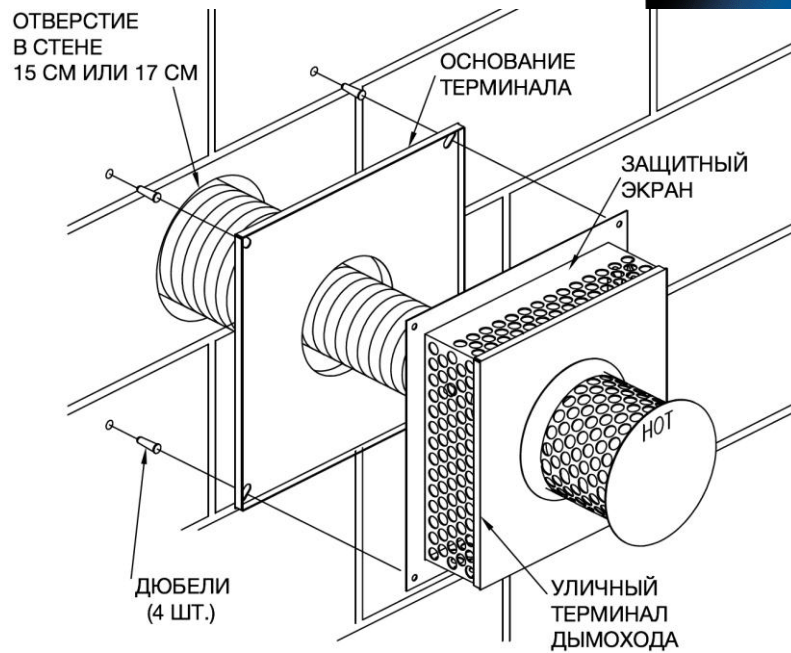

Рисунок 10
4. Прodelайте в стене отверстие соответствующего диаметра (см. Рисунок 10) в том месте, где предполагается размещение уличного терминала дымохода.